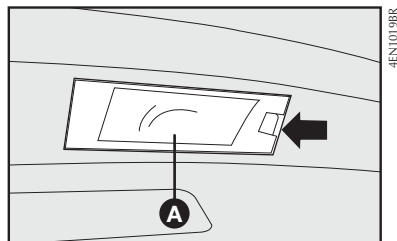

fig. 19
LUZ DE PLACA fig. 19
1) retirar os refletores **A-fig. 19** utilizando uma chave de fenda (fornecida no Kit de ferramentas para algumas versões) no ponto indicado pela seta **fig. 19**;